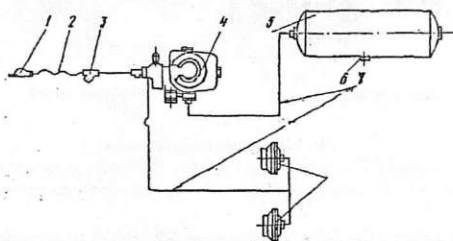

Рис.7. Схема соединений пневматическая:
4.7. Схема соединений пневматическая (рис.7). Прицеп оборудован пневматическим приводом колесных тормозов по однопроводной системе. Пневматический привод тормозов дает возможность автоматически, одновременно с трактором, приводить в действие колесные тормоза прицепа, кроме того, обеспечивает аварийное торможение прицепа при отрыве от трактора.